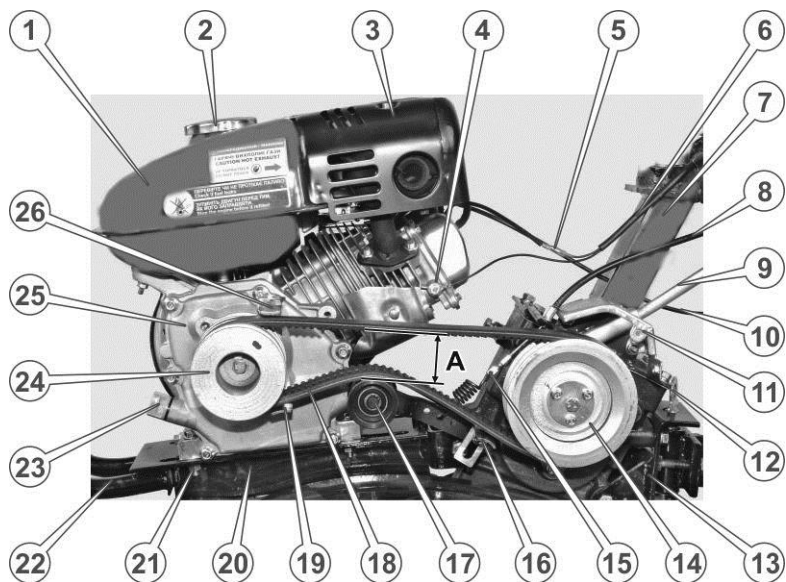

Рис. 6. – Вид без кожуха реміної передачі
9. Дістати з меншої пакувальної коробки зібраний двигун мотоблока, оглянути його з метою виявлення можливих механічних пошкоджень. Встановити двигун на раму мотоблока (див. рис. 6.) та закріпити болтами, які передбачені в комплекті кріпильних виробів.
21. У разі необхідності – відрегулювати положення притискного ролика таким чином, щоб за умови відпущеного зчеплення паси вільно провисали, але не спадали зі шківів. Якщо зчеплення затиснуте, повинен забезпечуватися щільний, без прослизання, контакт пасів зі шківами, за цих обставин відстань між нижньою та верхньою гілками пасів повинна становити 60-65 мм (див. розмір «А» на рис. 6.)